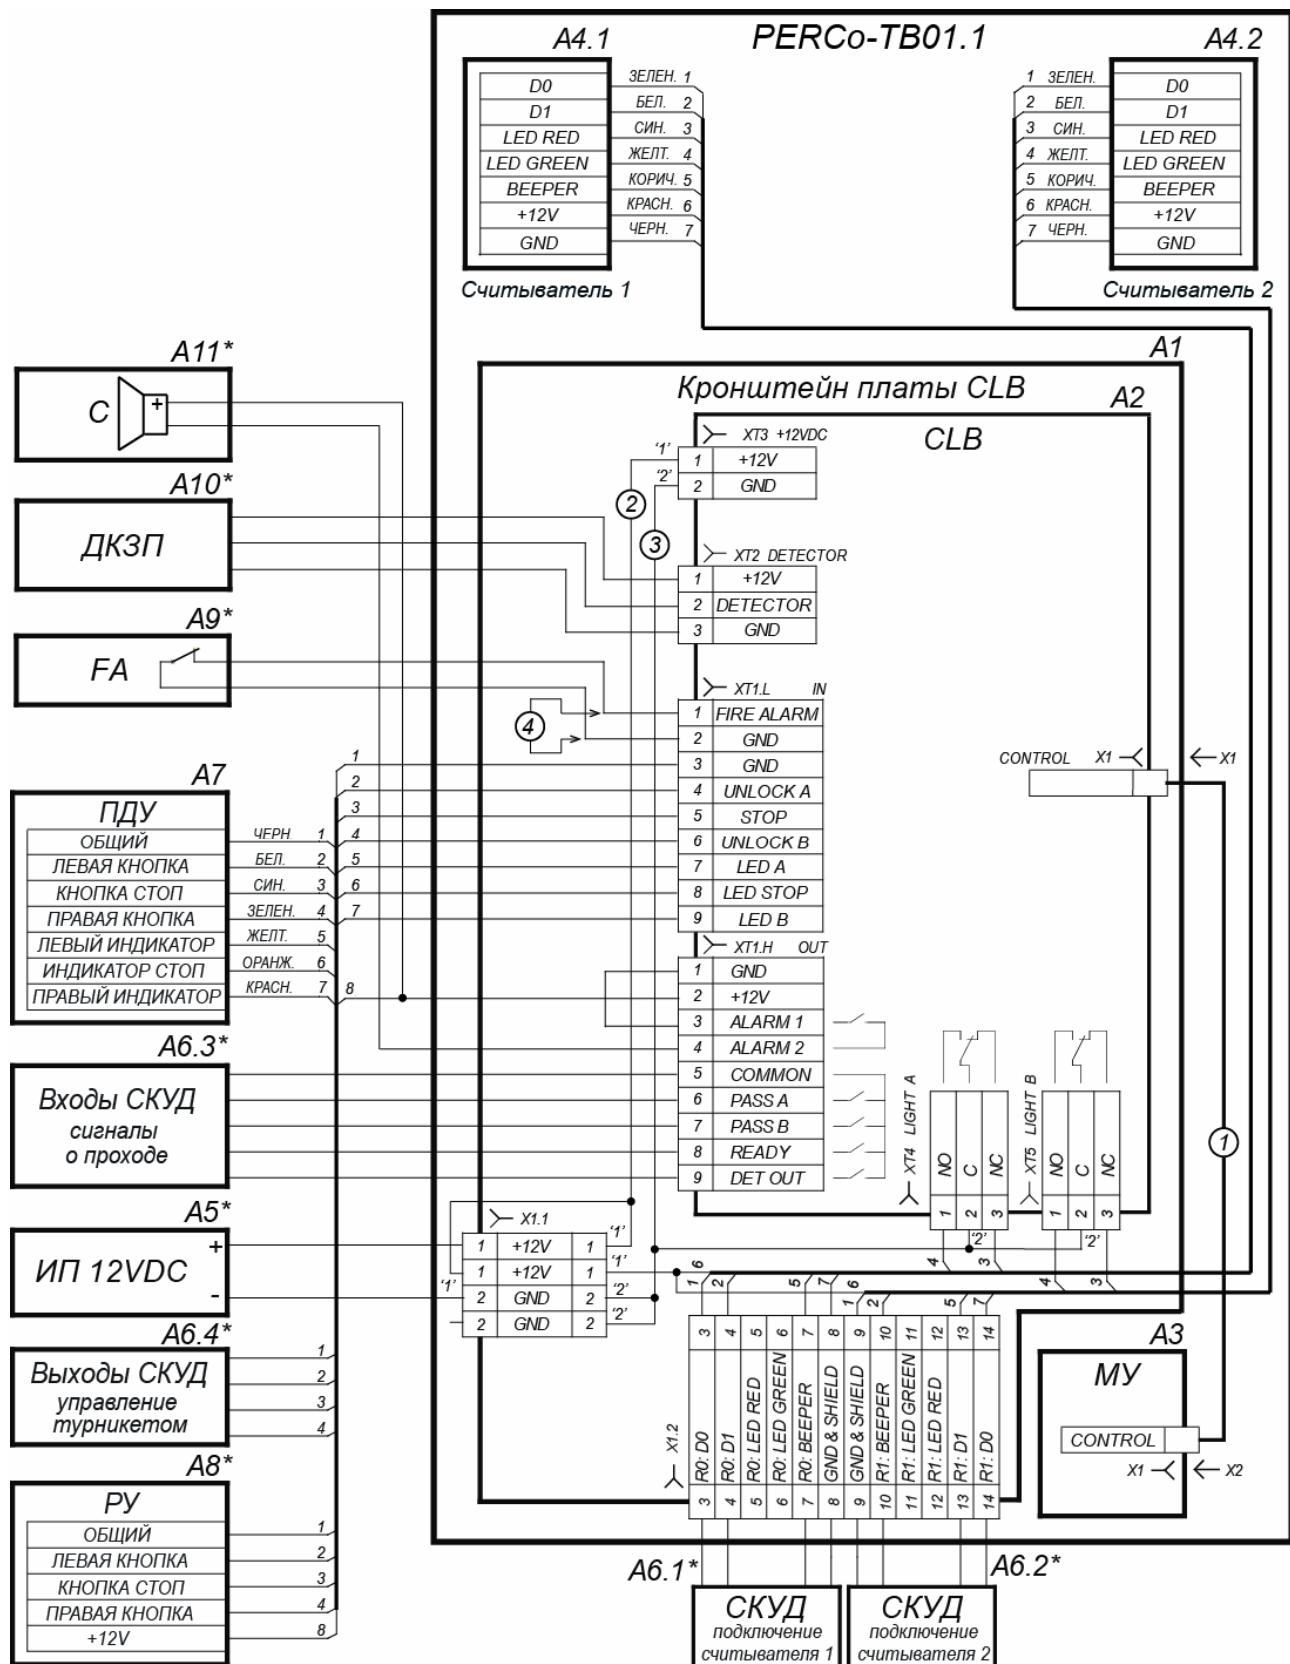

Рисунок 11. Схема электрических соединений турникета¹
подключаются к контактам *Common*, *PASS A*, *PASS B*, *Ready* и *Det Out* клеммной колодки **XT1.H** платы управления. Подключение встроенных считывателей к контроллеру СКУД производится через выносную клеммную колодку **X1**. Схема подключения контроллера СКУД представлена на рис. 11.
- 8 Подключите кабель питания (14) к выносной клеммной колодке **X1.1** (см. рис. 11). Подключите кабель (13) ПДУ (12) к клеммной колодке **XT1.L** на плате управления (см. рис. 5). Подключите при необходимости кабели от других устройств к соответствующим клеммным колодкам платы управления (см. рис. 5 и рис. 11).
- 9 Проверьте правильность и надежность всех электрических подключений. При помощи самоклеящихся площадок и стяжек из комплекта поставки закрепите все кабели. После подключения всех кабелей и закрепления стойки на полу установите на место крышку (3) (см. разд. 6) и боковые заглушки (10) в порядке, обратном снятию.
- 10 Для установки в рабочее положение преграждающих планок снимите с поворотного механизма крышку (6), отвернув винт M4×25. Отверните болт M8×30, установленный на преграждающей планке (5). Установите преграждающую планку в соответствующее посадочное место и зафиксируйте болтом. Под головку болта установите пружинную шайбу. Затяжка болтов должна обеспечивать надежную фиксацию преграждающей планки (без люфта).
- 11 Повторите операции при установке остальных преграждающих планок. Установите в рабочее положение крышку (6), закрепив ее винтом.
Подключение контроллера к плате управления турникета производится в соответствии с рис. 11.
Передача данных от считывателей осуществляется по интерфейсу *Wiegand*. Подключение считывателей к контроллеру СКУД необходимо производить экранированным кабелем в соответствии с рис. 11. Линии данных от считывателей выведены на контакты выносной клеммной колодки **X1.2** (см. рис. 11 и табл. 3).
* Линии управления светодиодной индикацией считывателей при производстве подключены к клеммным колодкам **XT4**, **XT5** платы управления (см. рис. 11). Для осуществления внешнего управления индикацией от контроллера СКУД необходимо отключить синие и желтые провода считывателей от разъемов **XT4**, **XT5** платы управления, и подключить их к соответствующим контактам выносной клеммной колодки **X1.2**.